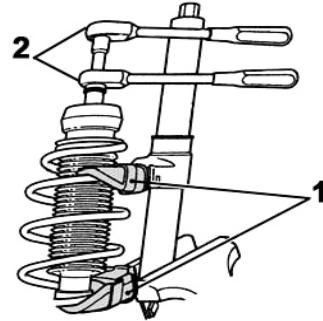
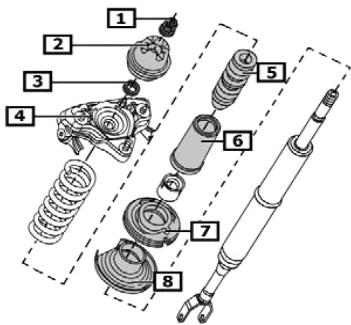

Fig. 3:
Fig. 4:
- **Fig. 3** Federbein in geeignete Haltevorrichtung klemmen.
- Federspanner (1) ansetzen. Feder spannen bis oberer Federteller frei beweglich ist.
- Kolbenstangenmutter mit Spezialwerkzeug (2) entfernen.
- **Fig. 4** Die Original-Anbauteile (2 - 8) werden wiederverwendet.
- **Fig. 3** Clamp suspension strut in suitable holding device.
- Apply spring tensioner (1). Pre-tension spring until upper spring cap is freely movable.
- Use special tool (2) to remove piston rod nut.
- **Fig. 4** The original add-on parts (2-8) will be re-used.
- **Fig. 3** Insérer la jambe de force dans un dispositif de support approprié.
- Mettre en place le monte ressort (1). Tendre le ressort jusqu'à ce que la coupelle de ressort supérieure se meuve librement.
- Enlever l'écrou de la tige de piston avec un outil spécial (2).
- **Fig. 4** Réutiliser les composants d'origine (2 - 8).
- **Fig. 3** Aprisionar el amortiguador en un dispositivo de sujeción apropiado.
- Colocar el tensor de muelle (1). Tensar el muelle hasta que el plato de resorte superior pueda moverse libremente.
- Retirar la tuerca del eje del amortiguador con una herramienta especial (2).
- **Fig. 4** Las piezas adicionales originales (2 - 8) vuelven a emplearse.
- **Fig. 4** Performance Federbein mit den Original Anbauteilen (2–8) und Performancefeder bestücken und neue Kolbenstangenmutter (1) mit Spezialwerkzeug festschrauben.
- **Fig. 4** Assemble Performance suspension strut with the original add-on parts (2–8) and Performance spring; use a special tool to tighten new piston rod nut (1).
- **Fig. 4** Monter la jambe de force Performance avec les composants d'origine (2 – 8) et le ressort Performance et visser solidement les nouveaux écrous de tige de piston (1) avec un outil spécial.
- **Fig. 4** Colocar las piezas adicionales originales y el muelle Performance (2 – 8) y atornillar nuevas tuercas del eje del amortiguador (1) con una herramienta especial.